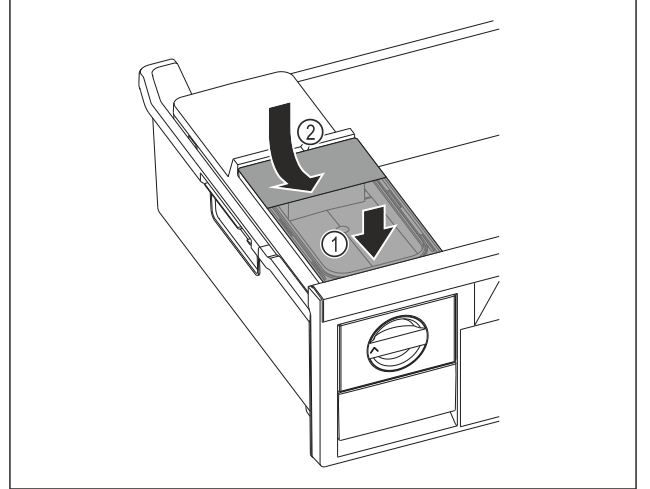

Fig. 122
- Su deposunun ön tarafını yerleştirin. Fig. 122 (1)
- Su deposunun arka kısmını aşağı indirin. Fig. 122 (2)